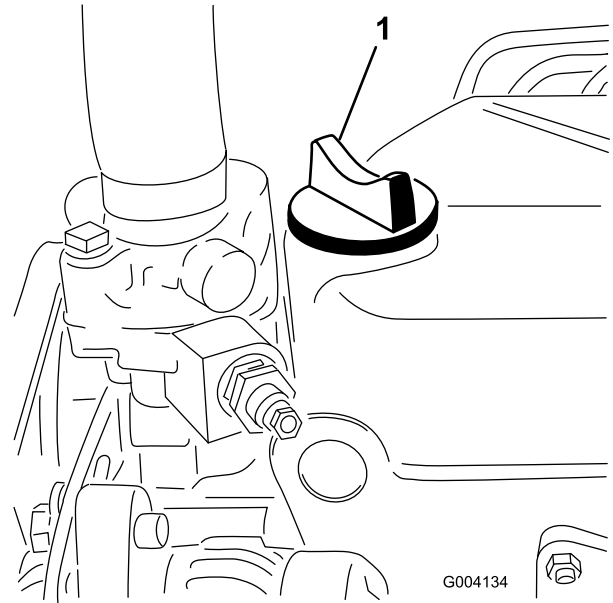

Figure 49
5. Si le niveau n'atteint pas le repère maximum, enlevez le bouchon de remplissage (Figure 49) et faites l'appoint jusqu'à ce que le niveau correct soit atteint.